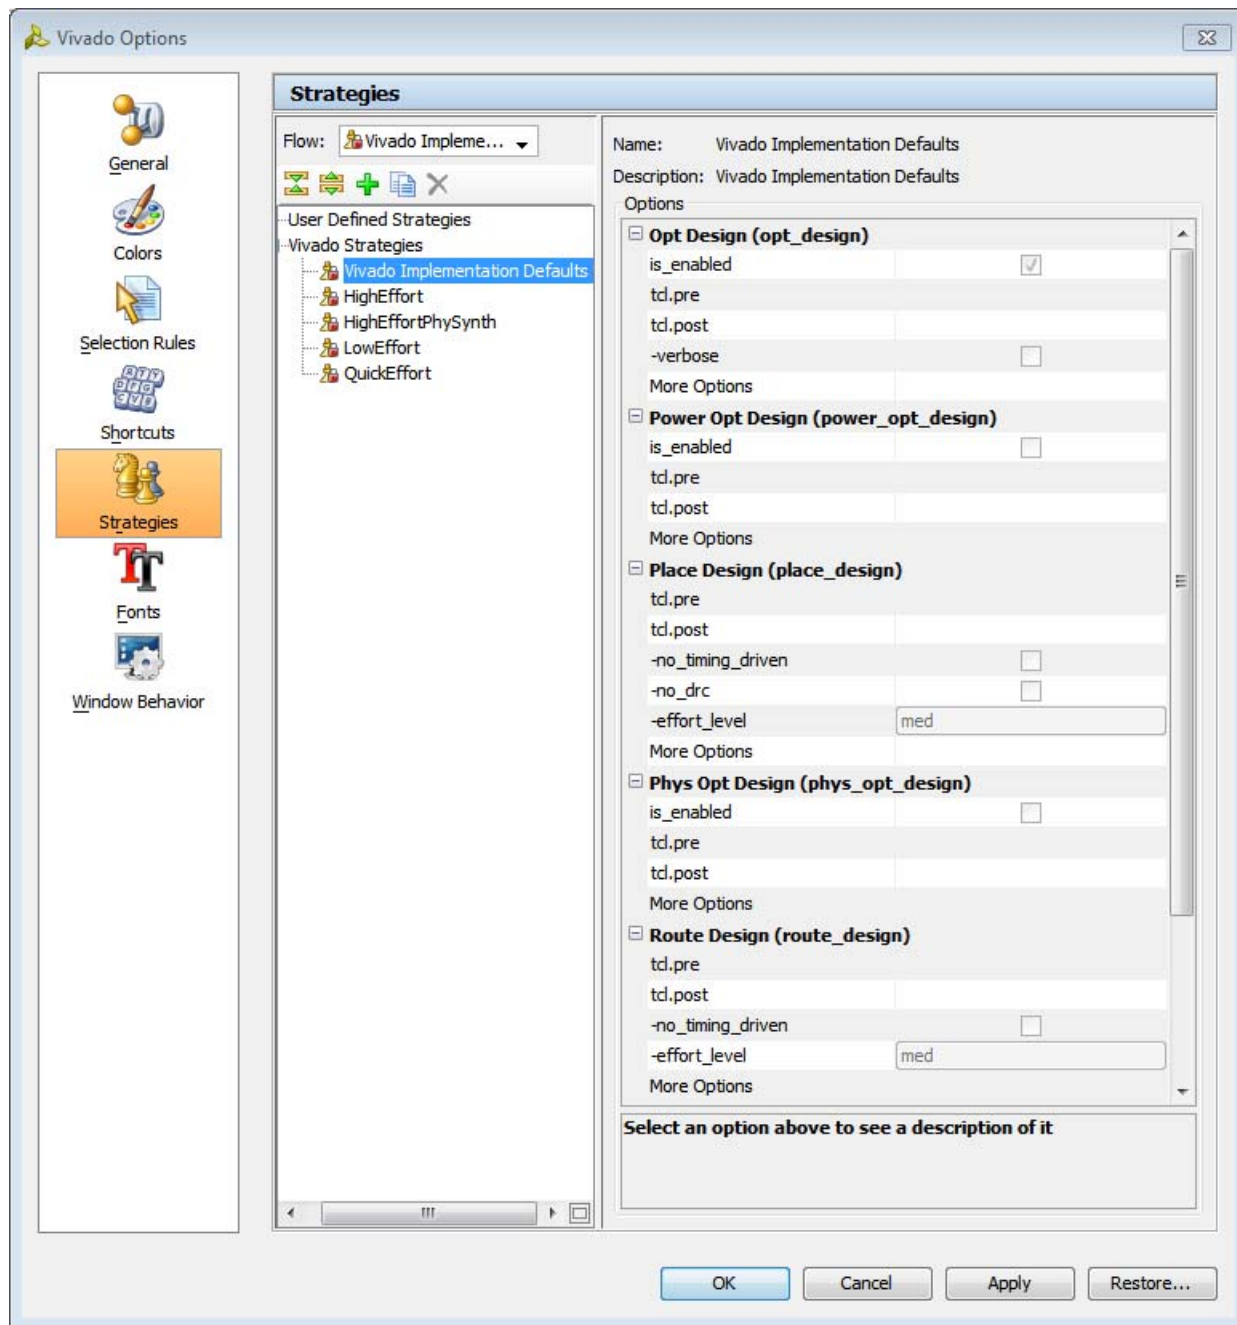

図 1-12 : デフォルトのインプリメンテーション ストラテジ
現在定義されているストラテジを表示するには、メイン メニューから [Tools] → [Options] をクリックします。図 1-12 に、Vivado ツールで提供されるデフォルトのストラテジを示します。
2. 左側のペインで [Strategies] をクリックします。図 1-12 に示す [Vivado Options] ダイアログ ボックスの [Strategies] ページに、各ツールとリリース バージョン用にあらかじめ定義されたストラテジがリストされます。